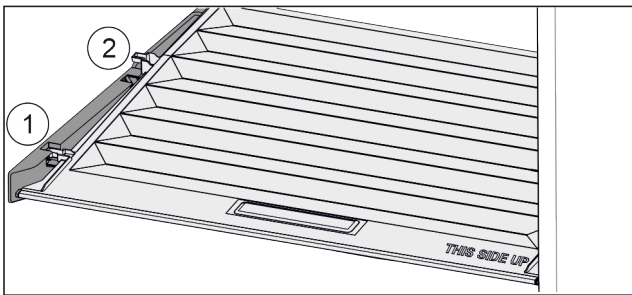

Fig. 128
- ▶ Кришку до отвору в деталях для підтримки потягнути вперед Fig. 128 (1).
- ▶ Підняти ззаду знизу та вийняти Fig. 128 (2) вгору.